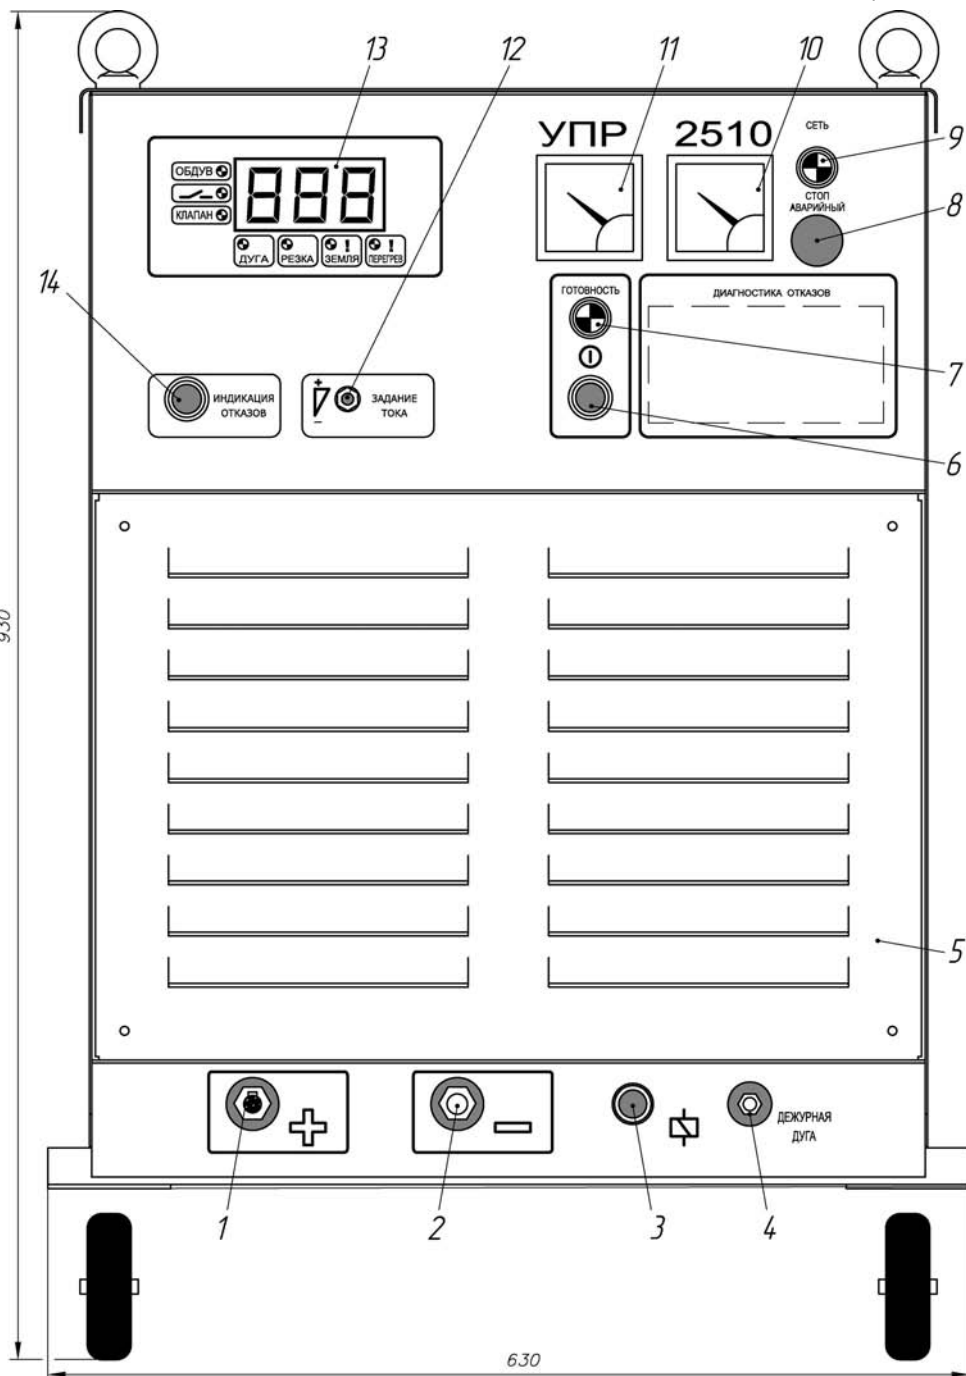
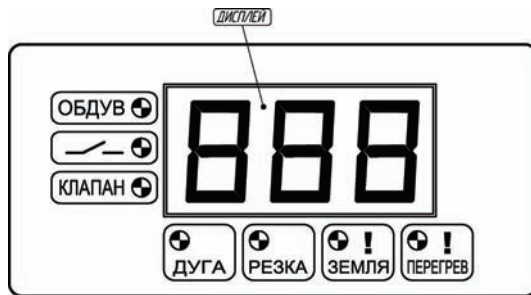

Рисунок 1
Рисунок 2 Панель управления, зона световой индикации контроллера
5.1.3 Подключить к разъемам поз.1, поз.2, поз.3, поз.4, (рисунок 1) их ответные части руководствуясь прилагаемыми схемами:
- включить автоматический выключатель QF1 на задней стенке источника. Должен загореться индикатор СЕТЬ поз.11 (рисунок 1). На дисплее контроллера (рисунок 2) должна последовательно в течение нескольких секунд появиться информация, отображающая наименование источника ( У П Р ) и версию программы в формате **число » месяц » год**. Затем будет индицироваться значение заданного тока.
- Однократно нажать кнопку поз.6 (рис. 1), загорятся индикаторы ОБДУВ (рис.2), ГОТОВНОСТЬ поз.7 (рис.1) и включится вентилятор охлаждения источника.
6.1.1 Включить автоматический выключатель QF1 на задней стороне источника, при этом на панели управления должен загореться сигнальный индикатор СЕТЬ поз.10 (рис.1) и на дисплее контроллера (рис.2) после сервисной информации появиться значение заданного тока резки.
6.1.2 Тумблером поз.13 (рис.1) ЗАДАНИЕ ТОКА установить значение тока резки. Значение тока может быть задано в диапазоне от 100 до 250 А с дискретным интервалом 5 А. Следует иметь в виду, что при установленном токе резки более 200 А, продолжительность включения источника (ПВ) будет менее 100%, что может вести к его перегреву.
6.1.3 Однократно нажать кнопку  поз.6 (рис.1) включения вентилятора, должны загореться индикаторы поз.7 (рис.1) ГОТОВНОСТЬ и ОБДУВ (рис.2), включится вентилятор охлаждения источника.
- Однократно нажать и отпустить кнопку ПУСК на плазмостроне или произвести замыкание соответствующих контактов МТР. При первом нажатии кнопки в ИП срабатывает реле включения электропневматического клапана подачи воздуха в плазмострон. На панели управления загорается световой индикатор КЛАПАН (рис.2). Клапан будет открыт в течение 30 секунд после отпускания кнопки.
На панели управления ИП должен загореться индикатор ДУГА (рис.2). Время горения дежурной дуги около одной секунды до касания на металл.
При касании металла дежурная дуга переходит в основную режущую дугу. На панели управления загорится индикатор РЕЗКА (рис.2), на дисплее контроллера и на амперметре поз.11 (рис.1) будет отображаться значение тока режущей дуги плазмострона. С источника питания выдается сигнал на движение МТР. В процессе резки кнопка ПУСК на плазмостроне должна быть нажата.
**В случае ситуаций, требующих экстренного выключения источника питания нажмите кнопку СТОП АВАРИЙНЫЙ поз.9 (рис.1), при этом произойдет полное отключение со снятием напряжения питающей сети.**
6.2.3 Причину, по которой дуга не зажглась или произошел её непреднамеренный обрыв, можно узнать, нажав кнопку СТОП на панели управления сразу после обрыва дуги, не выключая питание источника. При этом на дисплее контроллера (рис.2) вместо задания тока появится код причины последнего отказа. Причина отказа также кратковременно появляется после прекращения дуги и размыкания группы ПУСК на МТР.
6.2.4 Рабочий стол МТР или металлическая заготовка в процессе плазменной резки должны быть надежно соединены проводом, рассчитанным на максимальный рабочий ток с силовым разъемом «ПЛЮС» поз.1 (рис.1) источника питания (рекомендуется провод марки КГ сечением 35 мм2).
В случае ненадежности или отсутствия этого соединения ток основной дуги может потечь по цепи сетевого заземления источника. Рабочий цикл прекратится, на панели управления будет мигать индикатор ЗЕМЛЯ (рис.2).
Для защиты элементов источника питания от перегрева и выходу из строя на них установлены датчики температуры. В случае превышения температуры выше допустимой дуга включаться не будет, на панели управления будет мигать индикатор ПЕРЕГРЕВ (рис.2).